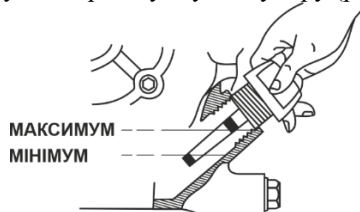

Рисунок 4. Схема перевірки рівня мастила в картері двигуна.
1. Викрутити кришку-щуп однієї з горловин та перевірити рівень (рис. 4) моторного мастила в картері двигуна, у разі необхідності долити.
3. Заправити мастило через металеву лійку в заливну горловину картера, уникаючи витоків та закрутити кришку-щуп до упору (рис. 4).